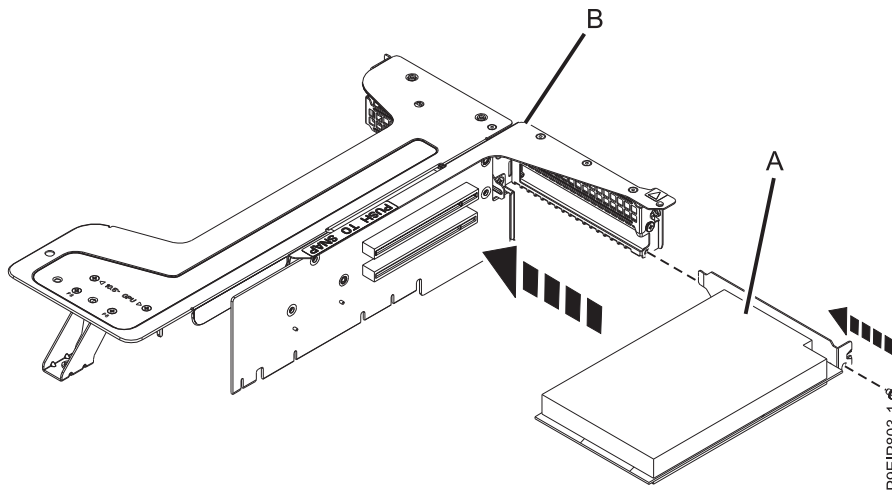

Figure 55. Insertion d'une carte dans la position 1 du connecteur de bus PCIe
- f. Retirez la carte PCIe (A) de la position 1 du connecteur de bus de la carte PCIe (B), comme illustré dans la figure 55.